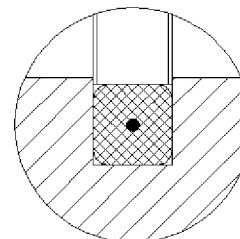

Abb. 11
**Sitzabschluss:** Die Dichtung ist im Gehäuse einmontiert, sie ist in den Sitz eingearbeitet und hat auf dem gesamten Umfang Kontakt mit der Schieberplatte. Diese Ausführung bietet eine hohe Dichtheit und einen reibungslosen Durchfluss in beide Richtungen und verhindert gleichzeitig das Ansammeln von Feststoffen, welche das Schließen verhindern könnten. Die Dichtung beinhaltet einen innenliegenden Stahldraht, wie man auf der Abbildung 11 sehen kann.